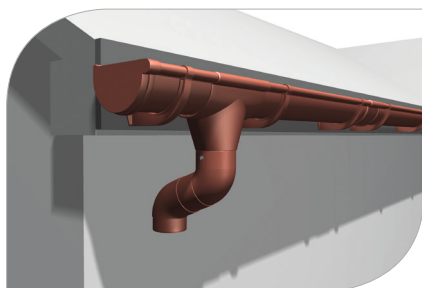

рис. 19
- 4.1 На крыше с карнизным свесом соедините воронку с водосточной трубой при помощи двух колен и подрезанного на требуемую длину отрезка трубы (рис. 19)